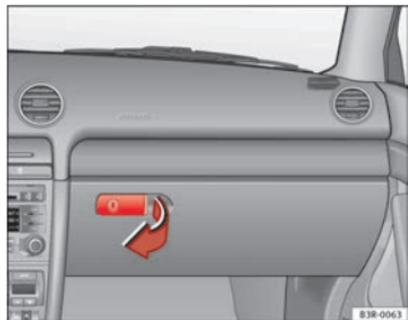

Fig. 126 Guantera
- Tire de la empuñadura de la tapa en la dirección de la flecha → fig. 126 y abra la tapa hacia abajo.